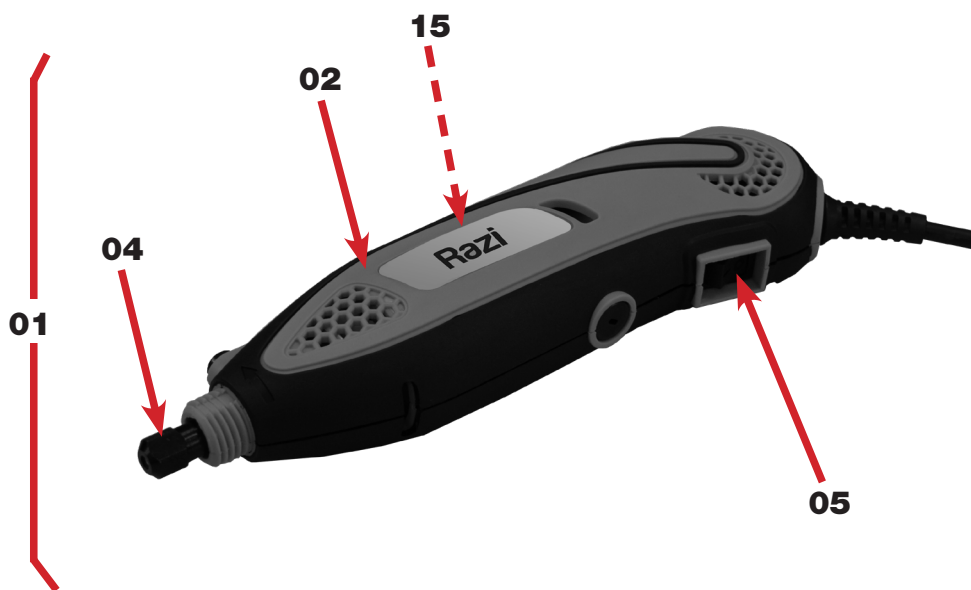

FIGURA 01 – Micro Retífica Vista Geral
VERIFICAR se a tensão (Volts) da máquina é compatível da rede elétrica. Esta informação pode ser obtida na Plaqueta de Identificação (11) fixada na Carcaça (02) e na Etiqueta de Tensão (14) (figura 01) e na própria embalagem do produto;
Em caso de EMERGÊNCIA, DESLIGAR rapidamente o Interruptor LIGA/ DESLIGA (05) e DESCONECTAR o Plugue de Alimentação (13) da tomada (figura 01).
Quando houver intervenção de manutenção sobre o equipamento, é necessário DESLIGAR a máquina através do Interruptor LIGA/DESLIGA (05) e DESCONECTAR o Plugue de Alimentação (13) da tomada (figura 01), ou seja, da rede elétrica de energia. Desta forma, o equipamento não oferece RISCO DE CHOQUE ELÉTRICO;
A **MICRO RETÍFICA 130W** da **Razi** foi desenvolvida pelos critérios de qualidade, segurança, modernidade e tecnologia, a fim de atender as necessidades do usuário, em conformidade com as normas técnicas aplicáveis (figura 01).
A Micro Retífica (01) é composta basicamente pela Carcaça (02) (figura 01).
Na Carcaça (02) se encontra o Pino de Trava (03), a Rosca de Fixação (04), o Interruptor Liga/Desliga (05), o Seletor de Velocidade (06) e a Alça Sustentadora (07) (figura 01).